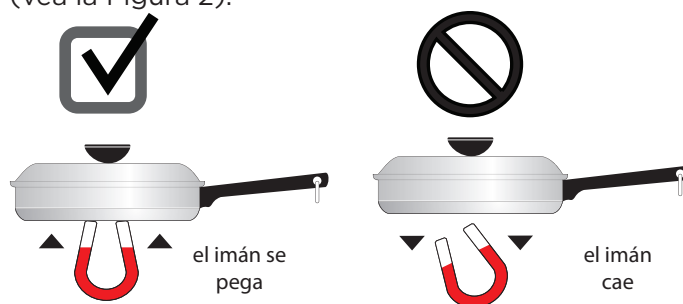

Figure 23: La prueba del imán
- **Acero inoxidable:** conductor lento del calor que proporciona resultados de cocción irregulares. Es duradero, fácil de limpiar y resiste las manchas. Algunos tipos de acero inoxidable no funcionarán en una cubierta de cocción por inducción. Use la prueba del imán (vea la Figure 23) para verificar el utensilio de acero inoxidable.